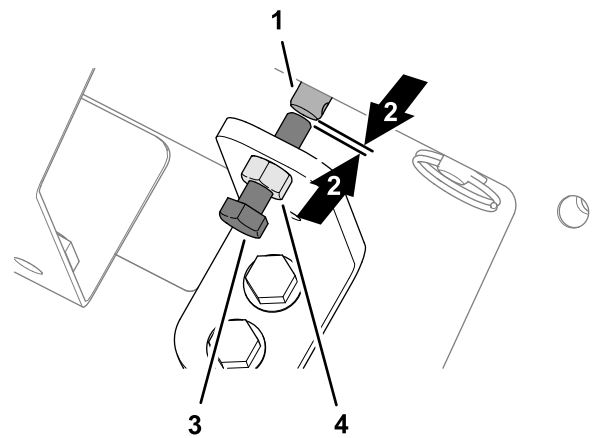

**Figura 33**
1. Gire el tornillo de cabeza hexagonal de la anulación de la válvula en sentido horario para aumentar la velocidad del suelo (Figura 33).